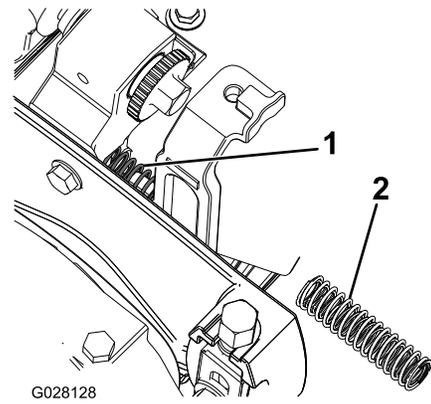

Figura 6
11. Utilice un alicate de punta fina para retirar los muelles de compresión en ambos lados de la unidad de corte, y sustitúyalos con los muelles de compresión interior y exterior nuevos (Figura 6).